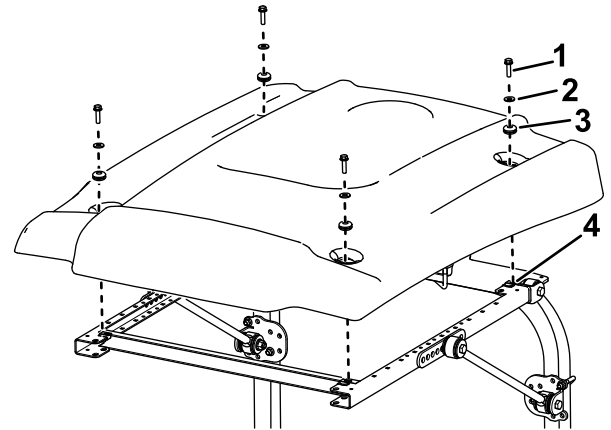

図 14
16. 図 14 に示すようにサンシェードをフレームに載せて、取り付け穴を整列させる。
17. サンシェードの各コーナー部をフレームに仮止めするフランジヘッドボルト 5/16 x 1" 1本、小さいワッシャ1枚、ハトメ1個を使用する図 14。